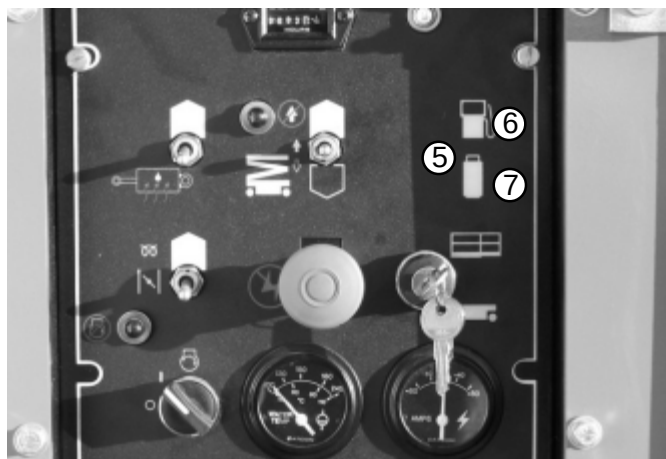

Fig. 8.13
5. För bensin/gasolmotor: Sätt manöverbrytaren för bränsle (5) i läge "bensin" (6) eller "gasol" (7) beroende på vilket bränsle Du skall köra på (se fig. 8.13).